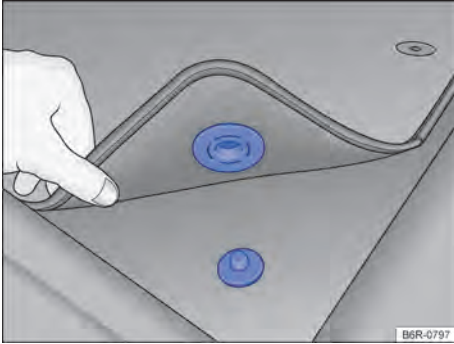

Fig. 19 Alfombra delantera del lado del conductor con fijación al perno de la moqueta.
- ✓ Acomodar bien la alfombra en la zona reposapiés del lado del conductor para que no obstruya la zona de los pedales. Dependiendo de la versión del vehículo, la alfombra delantera del lado del conductor puede tener fijación al perno de la moqueta → fig. 19.